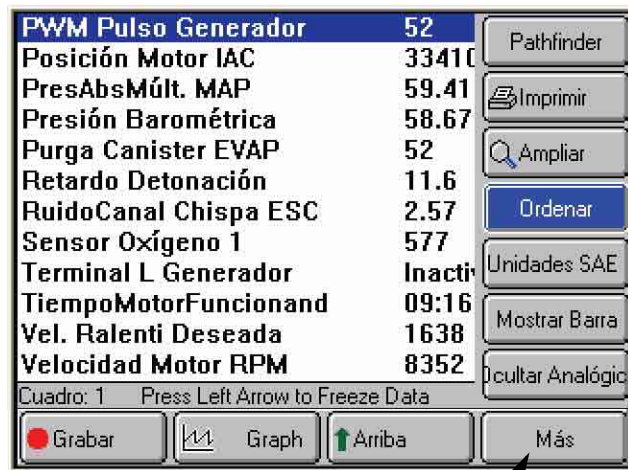

Figura 7.17: Pantalla Línea de Datos - Función Ordenar (Sort)
**NOTA:** Figura 7.17 muestra todas las gráficas deshabilitadas. Para usar la función Ordenar (Sort) en Gráficos, se deben visualizar una o más gráficas. Para usar la función en bloqueado, debe haber por lo menos un parámetro bloqueado.